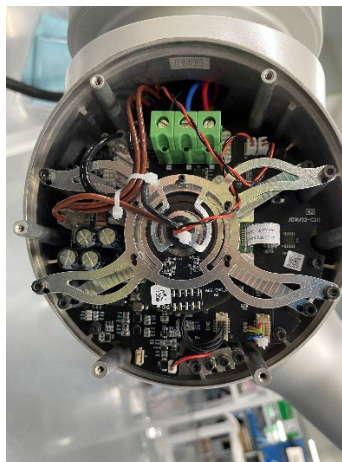

图3-15 重连电线
- 护线环套入线束上后装到束线架上,重新连接电线,之后在线束上护线套一侧的热缩管上扎紧尼龙扎带固定,并用尼龙扎带扎好线束,如图 3-15 所示：